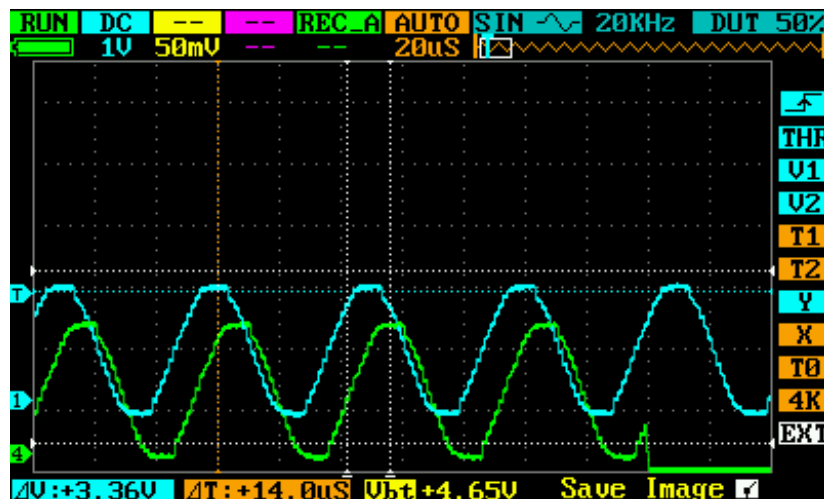

图 4.3
- 移动 P 位置 Y 调节水平线，实现波形对比，如下图 4.3。